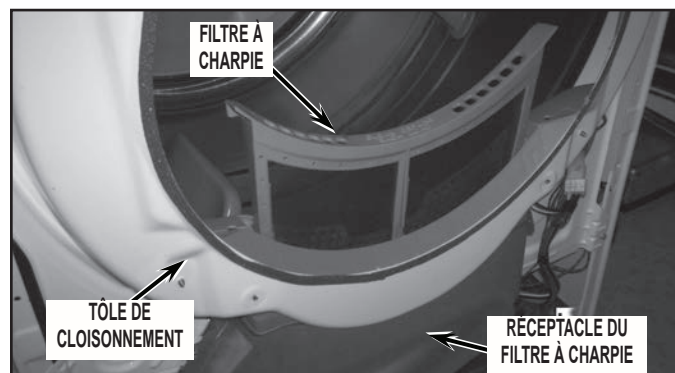

FIGURE 9
11. Déposer la tôle de cloisonnement de la sécheuse – retirer d'abord le filtre à charpie de la sécheuse; voir la Figure 9.